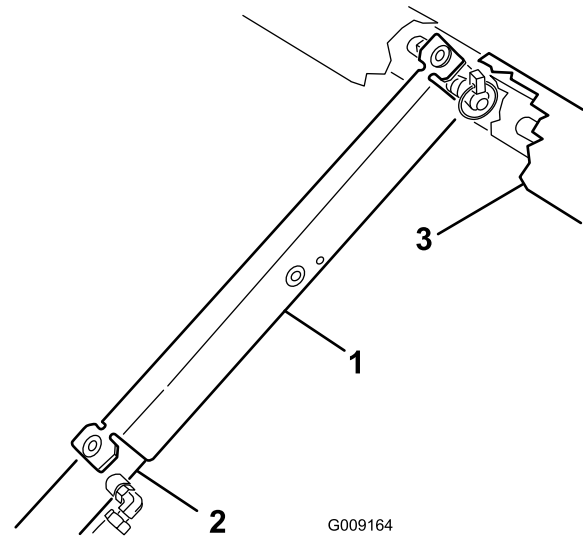

Figure 31
3. Poussez la béquille de sécurité du plateau sur la tige du vérin et appuyez bien les pattes d'extrémités contre l'extrémité du corps du vérin et l'extrémité de la tige du vérin (Figure 31).